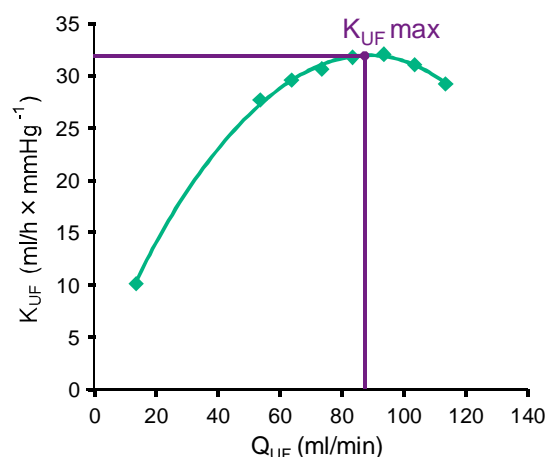

Fig. 11-25 Princippet for K_{UF}max.-bestemmelse
Til K_{UF}-beregning (se også afsnit 13.10 Formler (419)), indstiller maskinen det konvektive flow Q_{UF}, måler TMP og beregner ultrafiltrationskoefficienten K_{UF}. Bestemmelse af K_{UF} for forskellige Q_{UF}-værdier giver en typisk parabolisk funktion (Fig. 11-25): K_{UF} stiger først op til parabolens toppunkt (maksimumsværdi) og falder derefter, hvis Q_{UF} stadig øges. Ved at tilpasse de bestemte værdier med en regressionskurve ($f(x) = Ax^2 + Bx + C$) kan den maksimale ultrafiltrationskoefficient (K_{UF}max.) og det tilsvarende konvektive flow (Q_{UF}) udledes.